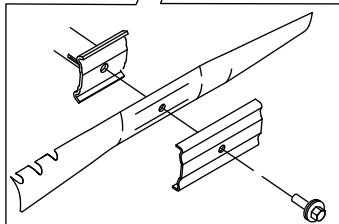

図 13
- 新しいブレードを取り付ける。外したボルト類を使用する**図 13**。